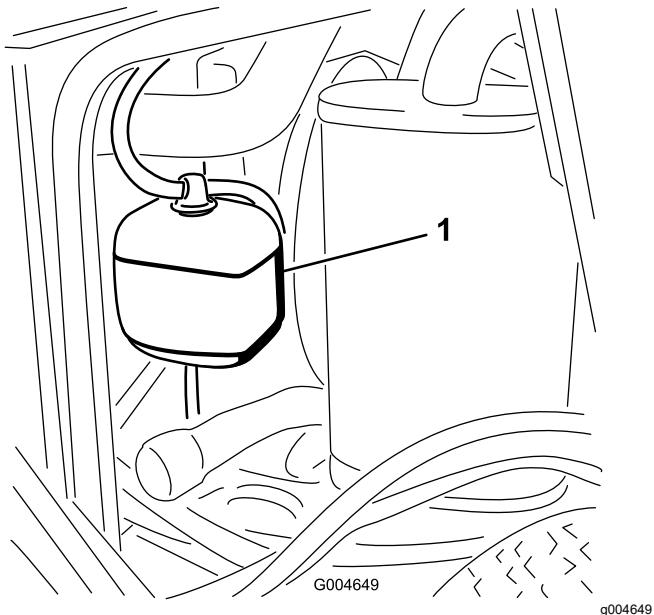

Figure 42
1. Vérifiez le niveau du liquide de refroidissement dans le vase d'expansion (Figure 42).